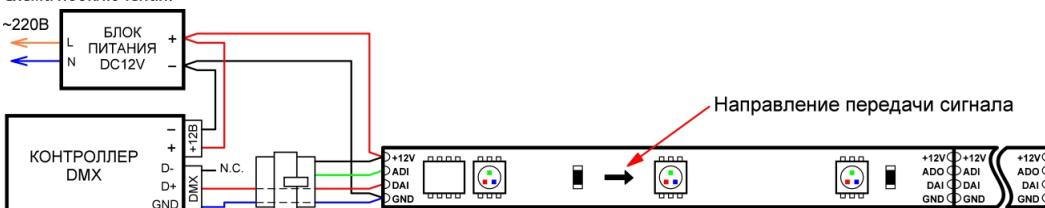

Рис.1. Схема подключения ленты к DMX контроллеру.
- Подключите ленту к выходу блока питания и к контроллеру согласно приведенной схеме (Рис.1.), соблюдая полярность. При подключении лент и соединении отрезков учитывайте направление передачи цифрового сигнала, указанное стрелкой на ленте. Вход сигнала управления имеет обозначение «ADI», выход - «AD0». Для подключения используйте коннекторы из комплекта поставки.
- Подключите ленту согласно схеме (Рис.1.), соблюдая полярность.